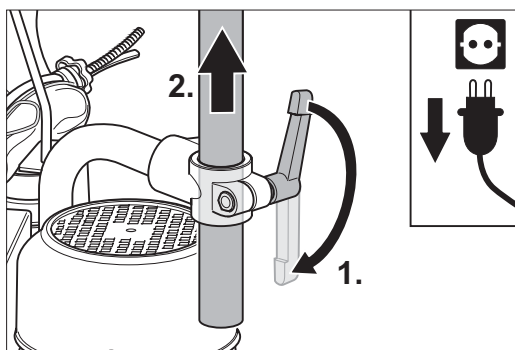

Abb. 16: Lösen des Klemmhebels am Rohrbogen und herausnehmen des Führungrohres.
- 5 Lösen Sie den Klemmhebel am vorderen Ende des Rohrbogens und ziehen Sie das Führungrohr nach oben aus der Halterung (Abb. 16). Legen Sie das Führungrohr zur Seite.